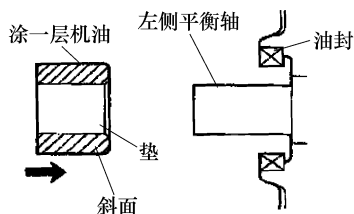

图 9-7 安装平衡轴
2) 垫外侧涂一层机油后安装在右侧时, 确认平衡轴是否如图 9-7 所示的方向安装。